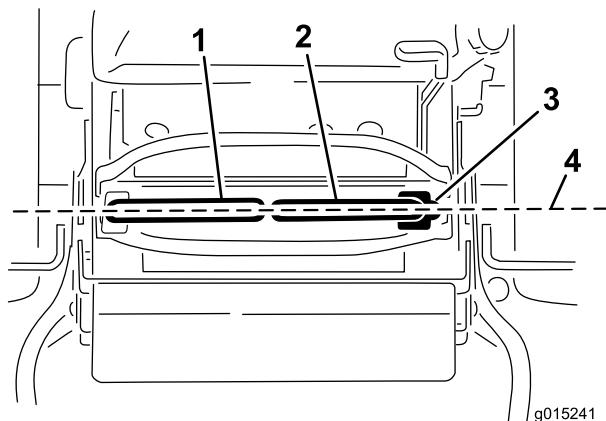

Figura 27
5. Rode o ajuste do cabo direito para posicionar o controlo de movimento direito na ranhura de bloqueio neutra do centro do painel de controlo (Figura 27).